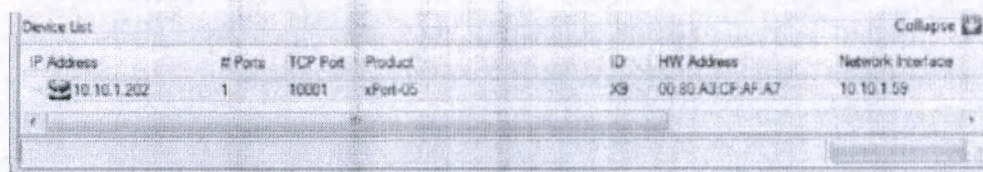

рис. 78
2. Список найденных устройств отображается в нижней части окна программы «CPR Manager» на вкладке «Device List» («Список устройств»). См.рис. 78.